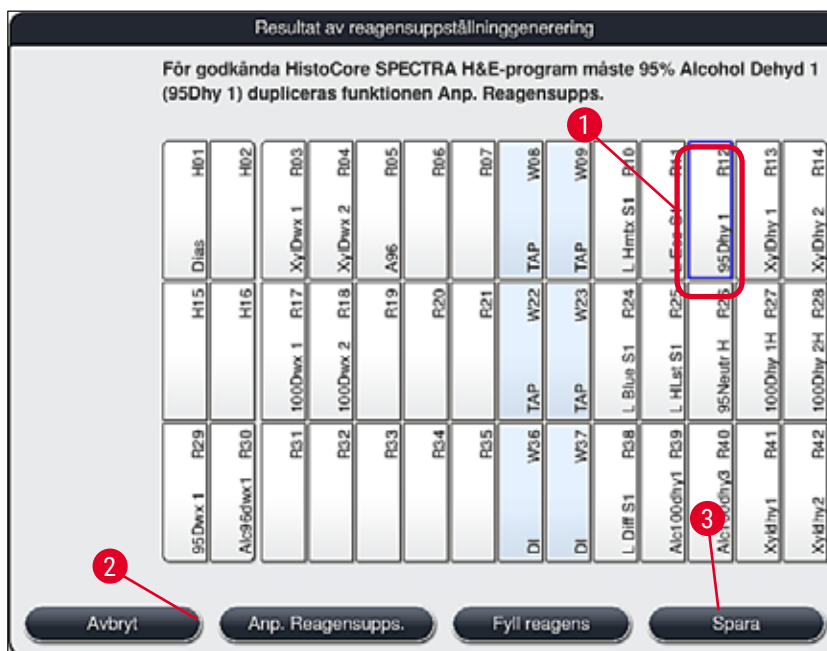

Bild 52
- Efter att mjukvaran har beräknat reagensuppställningen med hjälp av de prioriterade programmen visas en översikt över resultaten på skärmen (→ "Bild 52").
- Om inga Leica-program har integrerats i reagensuppställningen ser skärmen (→ "Bild 52") annorlunda ut än den som visas här. I detta fall kan reagenserna fyllas på enligt beskrivningen (→ Sida 80 – Fylla på reagenser).